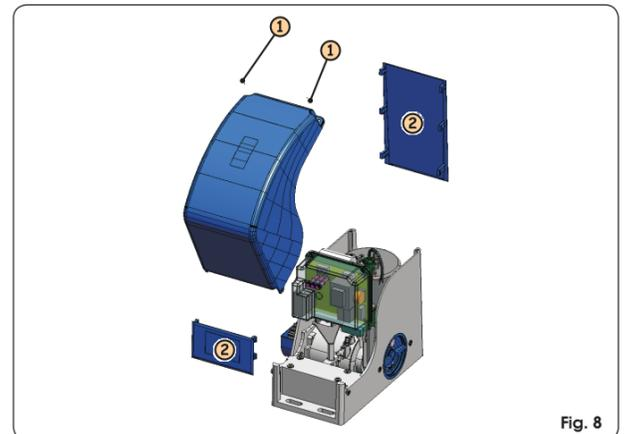

Fig. 8
1. Quite la tapa del motor, para ello destornille completamente los 2 tornillos de fijación superiores (Fig.8 ref. 1).
3. Retire las 2 protecciones laterales (Fig.8 ref.2).